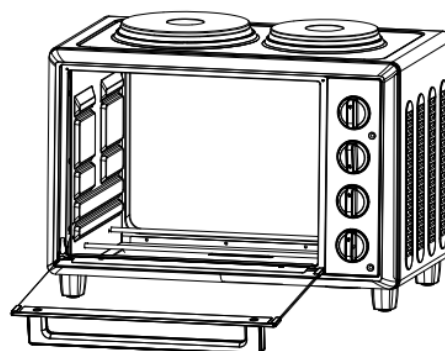

Fig. 11
8. Si vous utilisez les modes grill ou toast, laissez la porte du four entrouverte (Fig. 11).